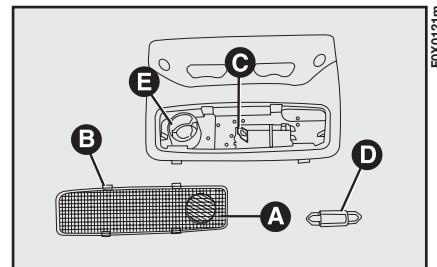

fig. 141
- rimuovere il trasparente A-fig. 141 agendo sui dispositivi di ritegno B;